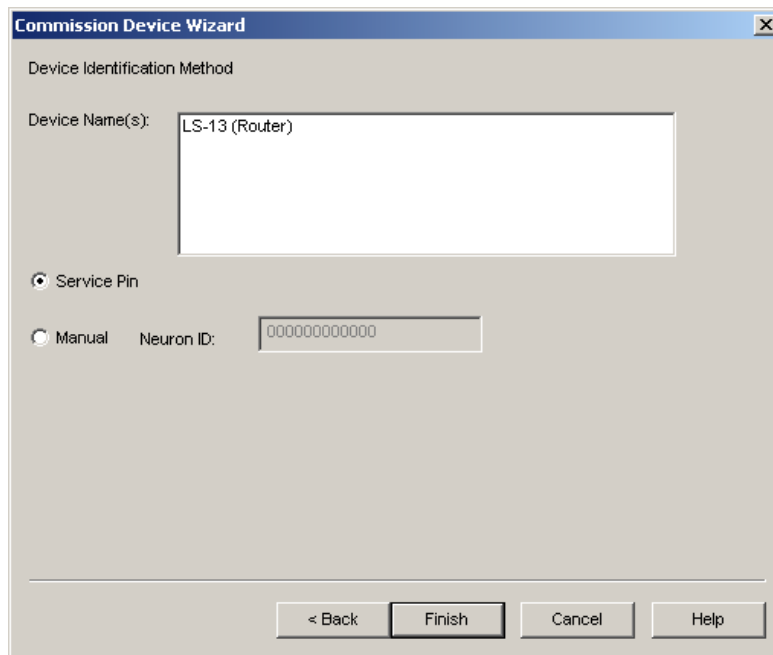

Abbildung 12: Geben Sie entweder die Neuron ID ein oder wählen Sie „Service Pin“
6. Geben Sie im nächsten Dialog entweder die Neuron ID ein oder wählen Sie „Service Pin“. Klicken Sie auf „Next>“ (siehe Abbildung 12).